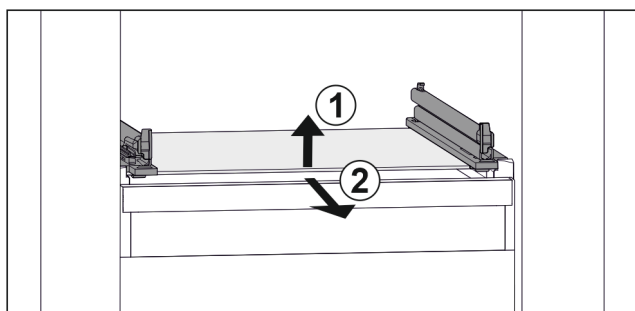

Fig. 158 Przykładowa prezentacja płyty szklanej
- ▶ Unieść płytę szklaną z przodu. Fig. 158 (1)
- ▶ Wyjąć płytę szklaną do przodu. Fig. 158 (2)